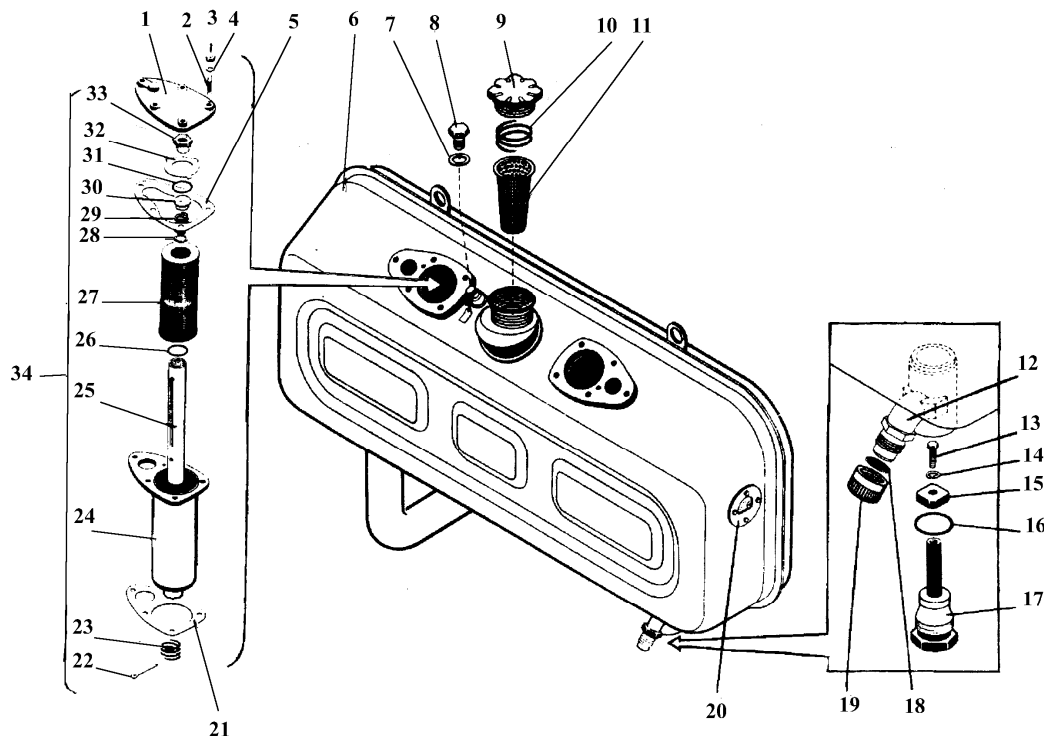

Рис. 64 Гидробак
Уровень масла в гидробаке проверяйте по смотровому окну 20 (рис. 64), масло должно быть видно в смотровом окне. Чистое и хорошо профильтрованное масло заливайте через фильтр заливной горловины 11. При проверке уровня масла в гидробаке убедитесь в отсутствии пенообразования.
а) Отверните гайки крепления 3 (см. рис. 64) и снимите крышку 1.
- б) демонтируйте рукав низкого давления, слив рабочую жидкость из трубопроводов гидросистемы, для чего предварительно выверните пробку 8 (см. рис. 64) ;
- а) заверните до отказа пробку 8 (см. рис. 64) заборной трубы;